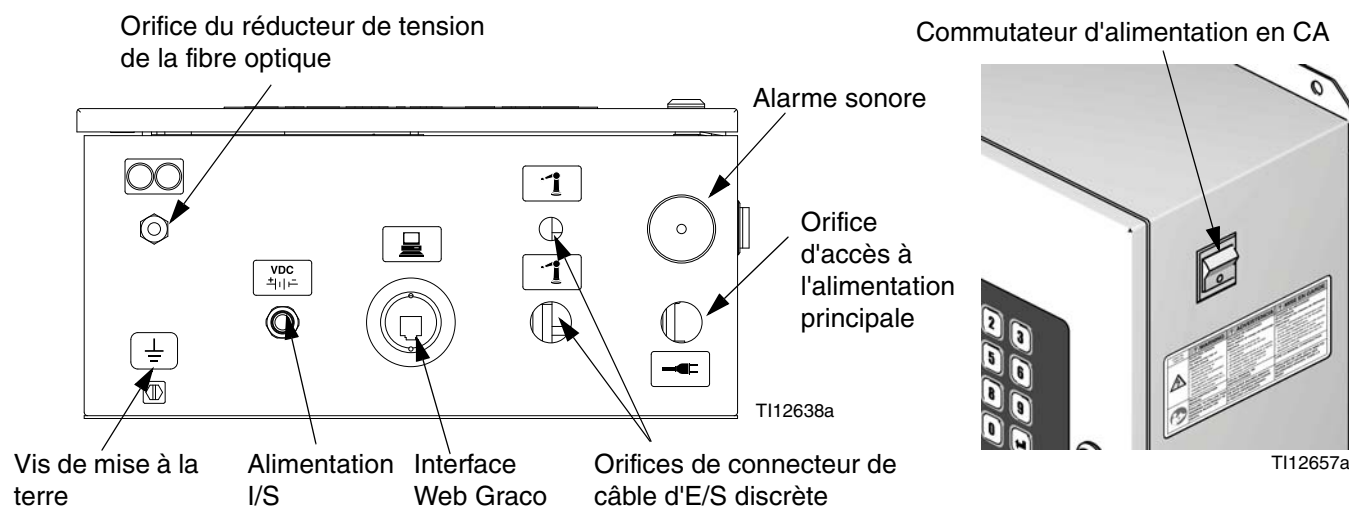

FIG. 18 : EasyKey Raccords et commutateur d'alimentation en CA
- Le diamètre du port d'accès d'entrée d'alimentation  est de 22,4 mm (0,88 po.). Il accepte un raccord de réducteur de tension passe-cloison ou une gaine de câbles. Consultez FIG. 18.
1. Alimentez en courant le EasyKey. Installez un protecteur réducteur de tension ou un protecteur du tube du port de EasyKey.  . Consultez FIG. 18.
1. Branchez une extrémité du câble d'alimentation électrique de la station de fluides au connecteur EasyKey $\overset{\text{VDC}}{\oplus} | | \ominus$. Consultez FIG. 18.
3. Le câble à fibres optiques a été attaché en usine sur le connecteur de la station de fluides . Consultez FIG. 18.